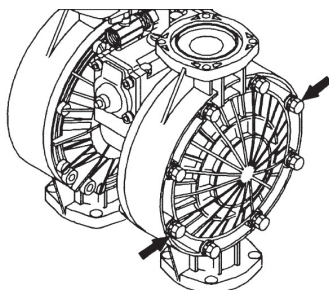

Fig 5.5
- Retire los 16 tornillos de las cámaras de fluido y quítelas (fig. 5.5).